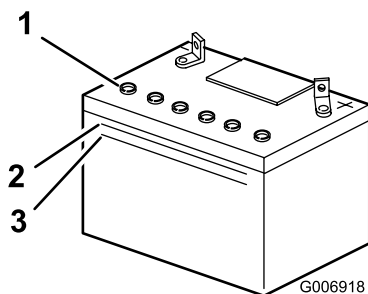

Figura 35
2. Mire hacia el lateral de la batería. El electrolito debe llegar a la línea superior (Figura 35).
Nota: No permita que el electrolito esté por debajo de la línea inferior (Figura 35).
2. Retire los tapones de llenado (Figura 35).
3. Vierta lentamente agua destilada en cada célula de la batería hasta que el nivel llegue a la parte inferior del tubo (Figura 35).